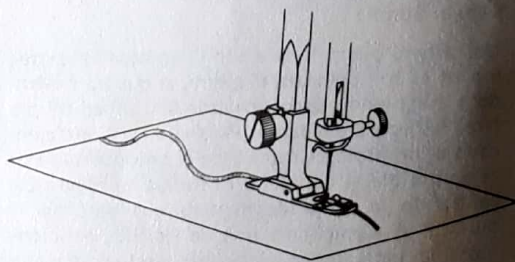

Fig. 27
- 3.— Regule el ancho del zig zag según el grosor del cordoncito, y el largo de la puntada de manera que lo cubra en forma pareja y delicada (Fig. 27)